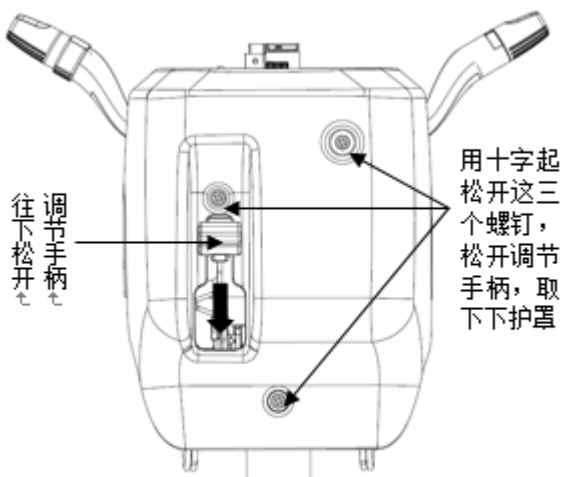

图 5.5 护罩螺钉示意
①上下组合开关护罩由六对塑料卡扣配合，由下往上将上护罩拉开并取下。
②用十字起松开下护罩的三个安装螺钉，并往下松开转向管柱角度调节手柄，取下下护罩。如图 5.5 所示。